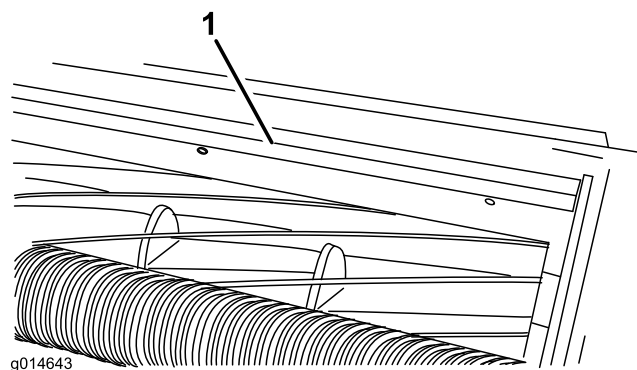

Рисунок 17
1. Ослабьте винты крепления верхней планки (Рисунок 17) к режущему блоку.